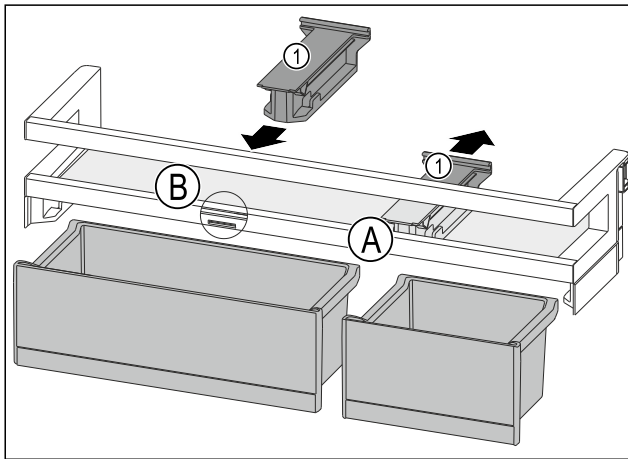

Fig. 186
- ▶ 将定位件 Fig. 186 (1) 向后拉至位置 Fig. 186 (A)。
- ▶ 将定位件 Fig. 186 (1) 插入至位置 Fig. 186 (B)。